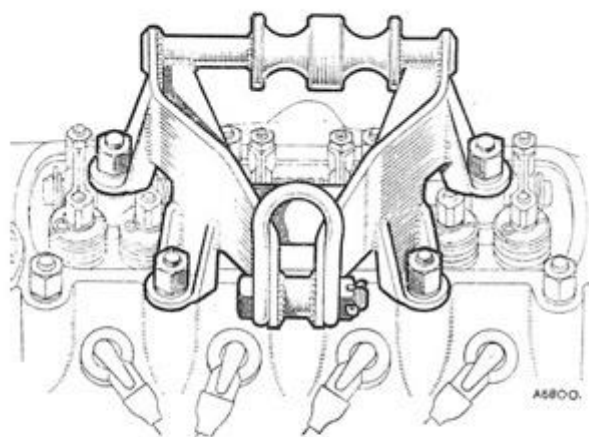

Fig. Aa.5
- 16) Tag ventildækslets møtrikker af og monter motorens løftekonsol (se fig.Aa.5)